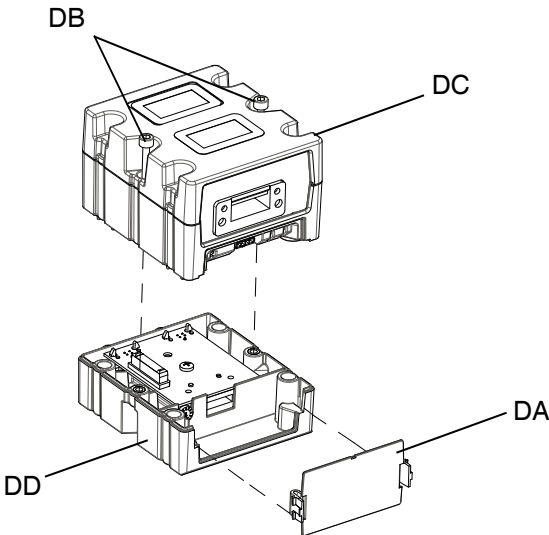

ABB. 52: Demontage des CGM
4. Die Abdeckung vom CGM (DA) abnehmen. Die beiden Schrauben M5-0,8 x 45 mm (DB) lösen und aufbewahren; dann das CGM (DC) vom Sockel (DD) abnehmen. Siehe ABB. 52.